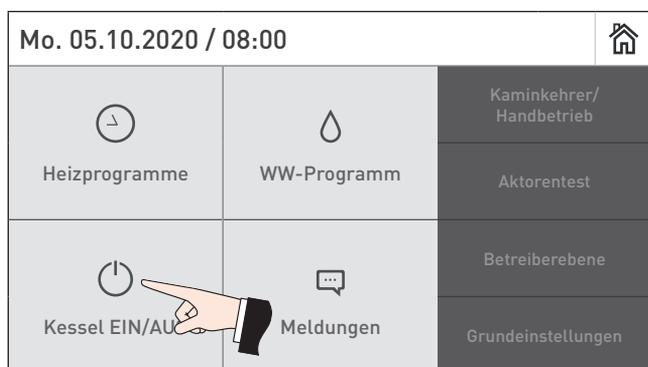

Fig. 57 BioWIN2 Touch ausschalten
- ▶ BioWIN2 Touch mittels EIN/AUS-Taste am InfoWIN Touch ausschalten (Fig. 57 – siehe auch Bedienungsanleitung InfoWIN Touch) und warten, bis die Anzeige erloschen ist (ca. 20 min).